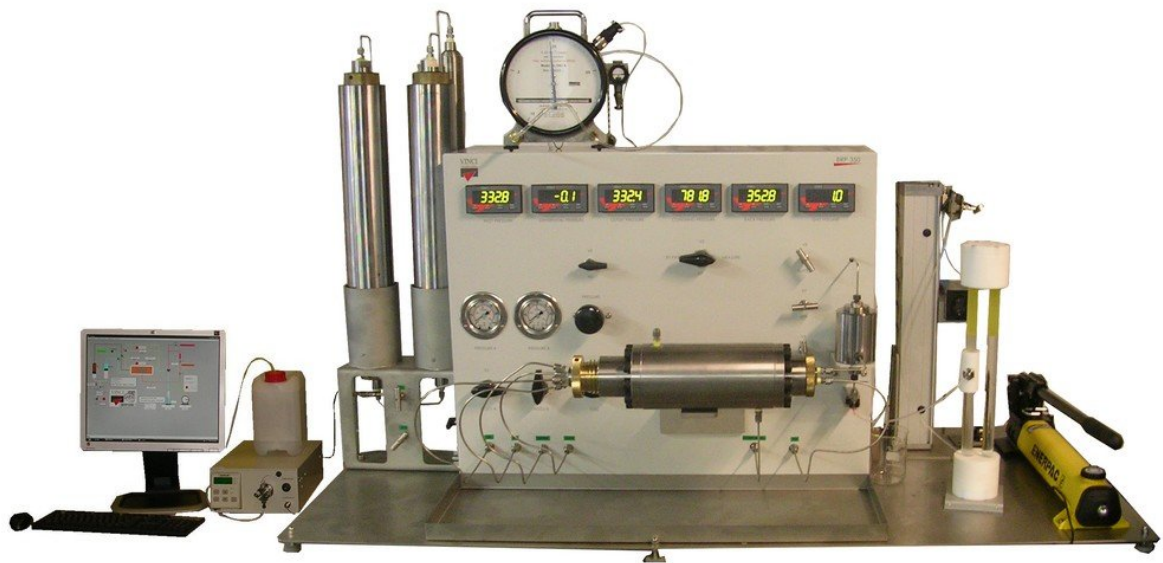

Figura 3.3: Exemplo de um permeômetro a gás
O permeâmetro a gás (ilustrado na Figura 3.3) é utilizado para determinar o fluxo de gás que passa pela amostra em função da diferença quadrática entre a pressão de entrada (P_u) e a pressão de saída (P_d). A equação 3.11 relaciona a área da amostra (A) e a viscosidade (μ) do gás. O funcionamento deste equipamento pode ser comparado com os do experimento de Darcy, com a única diferença que no permeâmetro se utiliza um fluxo de gás, não de água.